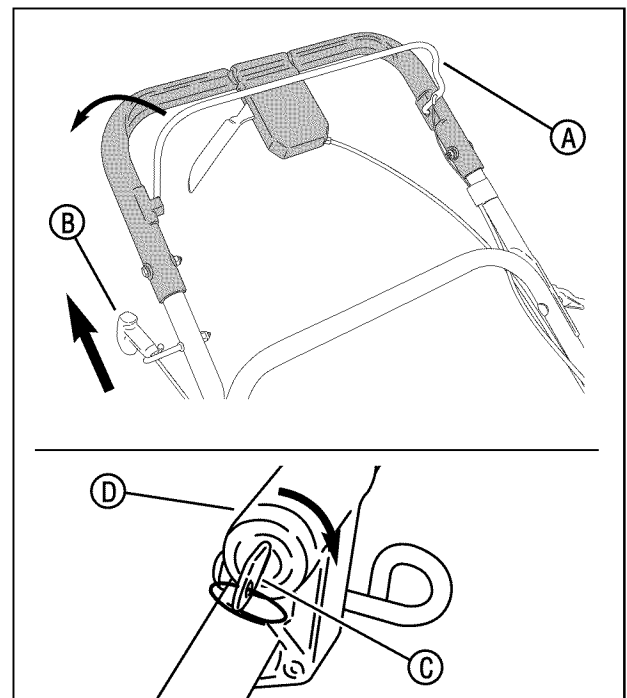

Figura 3: Arranque del cortacésped
1. Oprima el control de la cuchilla (A, **Figura 3**) contra el asidero.
- Arranque manual:** Hale el mango (B) del cable de arranque para encender el motor.
- Arranque eléctrico:** Inserte la llave (C) en el interruptor de encendido (D), ubicado en el lado izquierdo del asidero. Gire la llave para encender el motor.